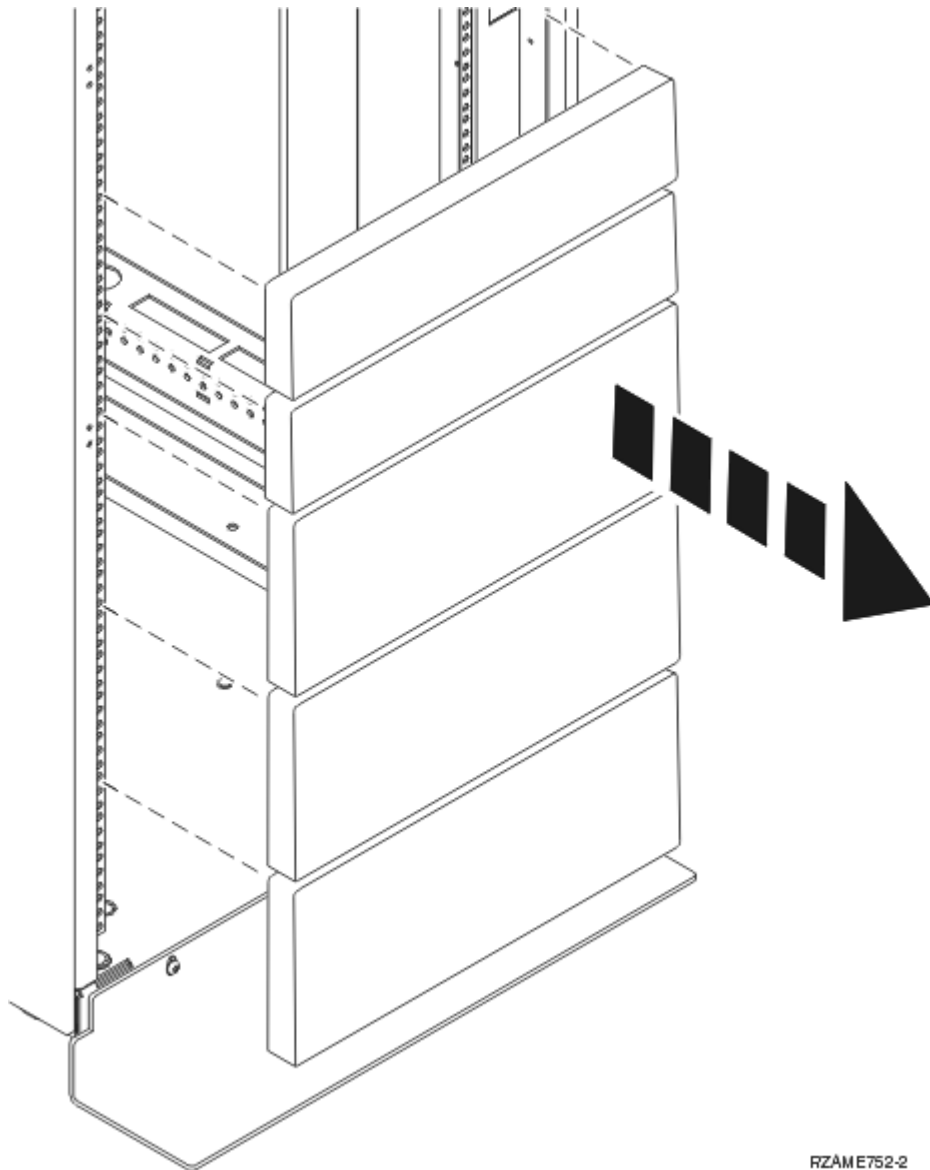

図 1. フィラー・パネルの取り外し
3. 必要に応じて、装置を設置する計画のラック・エンクロージャー内にアクセスできるようにフィラー・パネルを取り外します。詳しくは、3 ページの図 1 を参照してください。